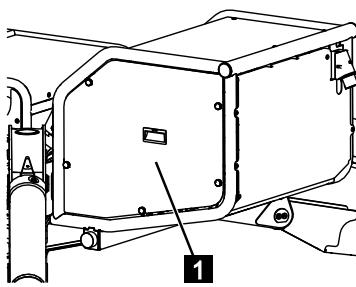

Abb. 187
- Die Abdeckung (Abb.187/1) abschrauben.